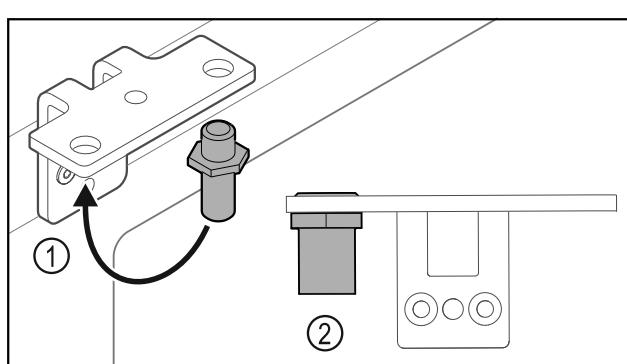

Fig. 17
► Μεταφέρετε τον πείρο Fig. 17 (1) στη γωνία μεντεσέ.
- Σφίξτε τον πεύρο Fig. 17 (2) με ροπή 12 Nm.